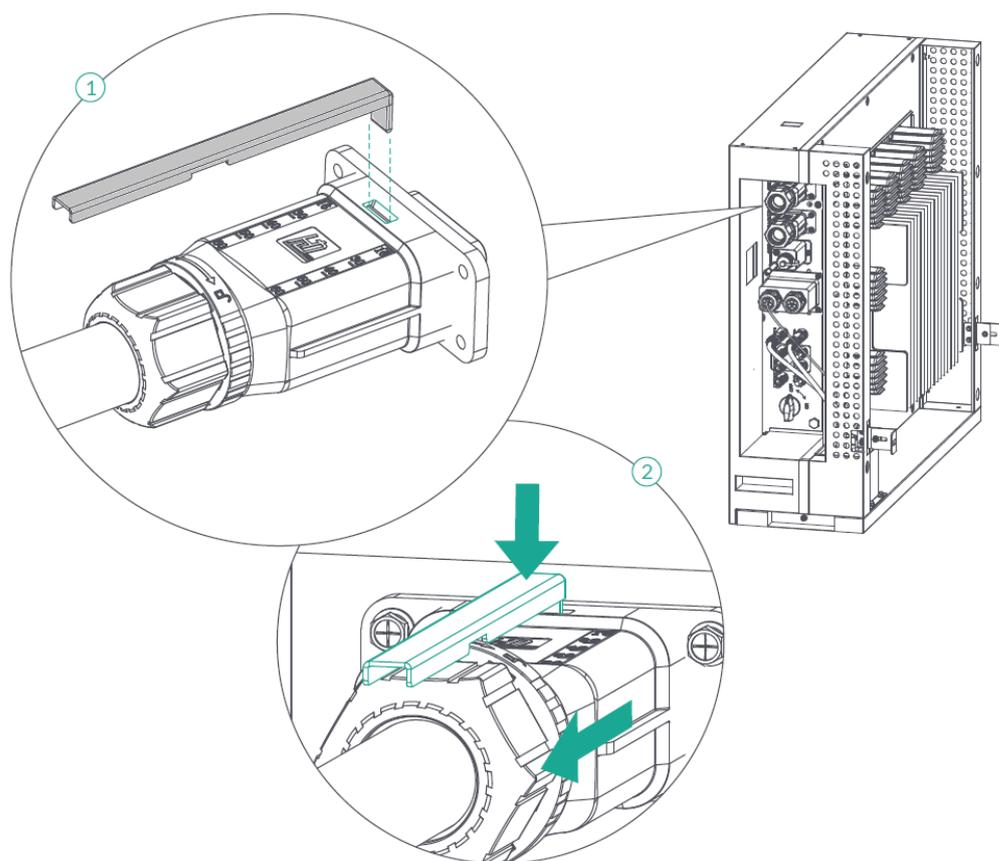

Abbildung 23: Lösen AC-Stecker
- Zum Lösen des AC-Steckers das L-förmige Werkzeug (Pos. 3) verwenden (Abbildung 23)